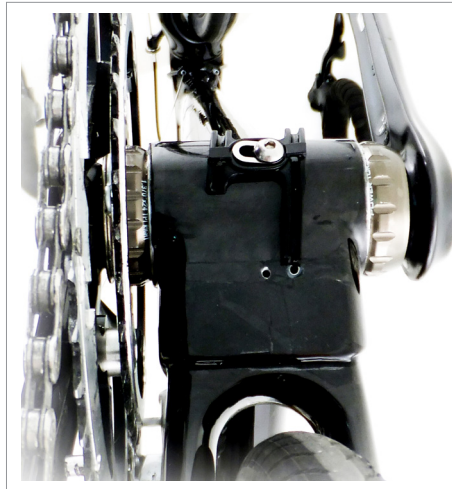

Abb.1
- Überprüfen Sie, ob am Tretlagergehäuse die Kabelführung (Abb. 1) montiert ist.